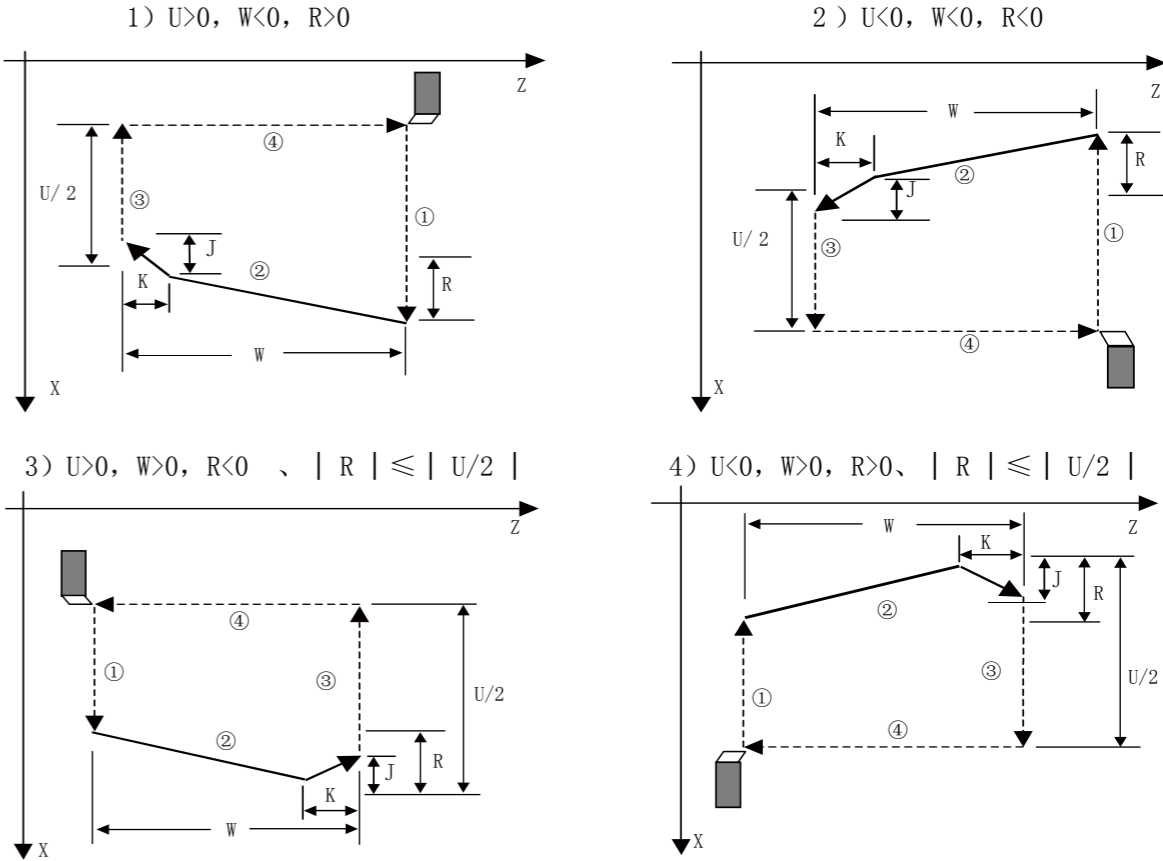

图 3-46
- U、W 的符号决定了 A → C → D → E 的方向，R(i) 的符号决定了 C → D 的方向。U、W 的符号有四种组合方式，对应四种加工轨迹，见图 3-46。